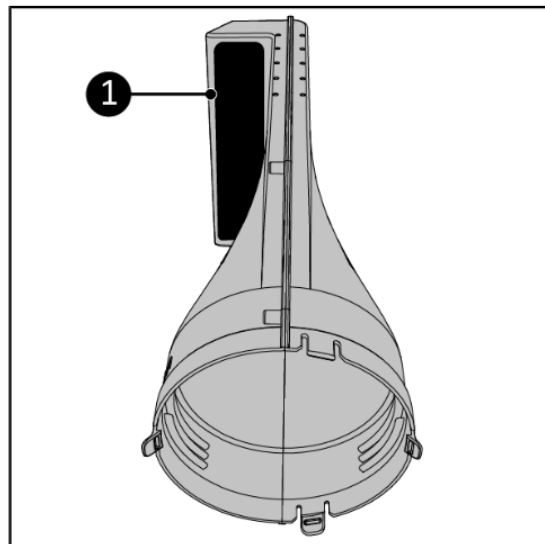

Figura 34.
4. Așezați dispozitivul de ieșire pentru set de ferestre **(15)** în fața dvs., astfel încât gaura rotundă să fie îndreptată spre dvs. (Figura 34).